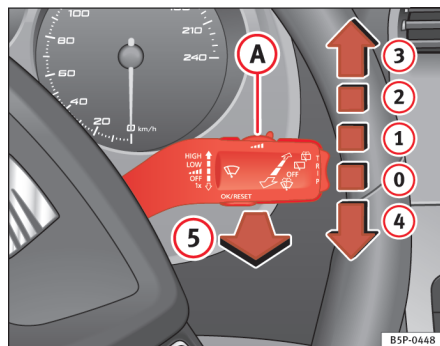

Fig. 85 Betjeningsarm til viskere og sprinklere
Betjeningsarmen til viskerne ⇒ fig. 85 kan stå i følgende positioner:
- Hvis bilen standser, når trin ② ⇒ side 122, fig. 85 eller ③ er valgt, skiftes der automatisk ned til næste lavere trin. Kører bilen igen, skiftes der automatisk tilbage til det indstillede viskertrin.